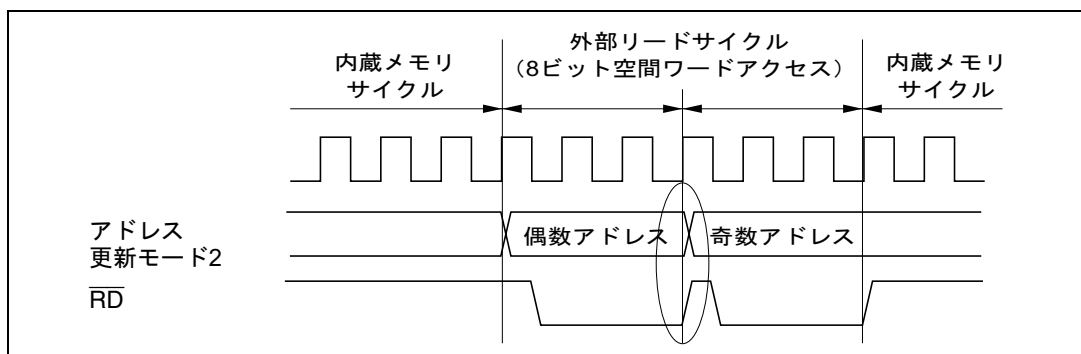

図 6.6 アドレス更新モード2での外部空間連続アクセス例
- \overline{RD} の立ち上がりに対するアドレスのホールド確保を目的として、アドレス更新モード2を使用する場合、外部空間リードアクセスは、必ず単一のアクセスサイクルで終了してください。たとえば、8ビットアクセス空間に対するワードアクセスは図6.6のようにバスサイクルが2回に分割され、単一のアクセスサイクルとはなりません。このようなケースでは、1回目のアクセスサイクル（偶数アドレス）と2回目のアクセスサイクル（奇数アドレス）の間の \overline{RD} の立ち上がりで、アドレスのホールドが保証されません。（図中の楕円で囲んだ部分）。